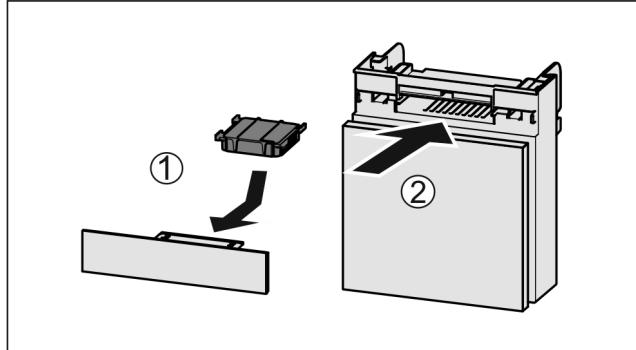

Fig. 149
- Вставити фільтр з активованого вугілля за малюнком Fig. 149 (1).
- Вставити відділення Fig. 149 (2).